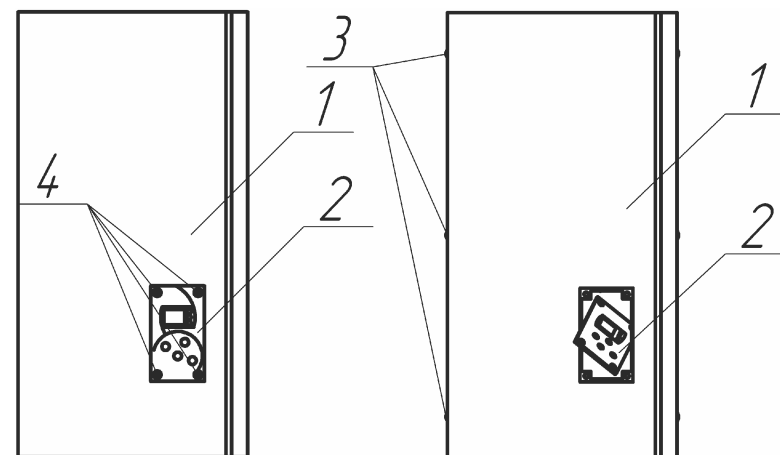

Рисунок 1
4.1 Для подключения прибора и ремонтно-профилактических работ необходимо снять кожух согласно рис.1. Для этого следует утопить надавливанием до щелчка центральные части крепежных клипс (4) и извлечь их, извлечь панель управления и индикации (2) из окна и, наклонив, ввести её через проём во внутренний объём прибора. После этого отвернуть самонарезающие винты (3) с боковых поверхностей кожуха (1) и снять кожух.